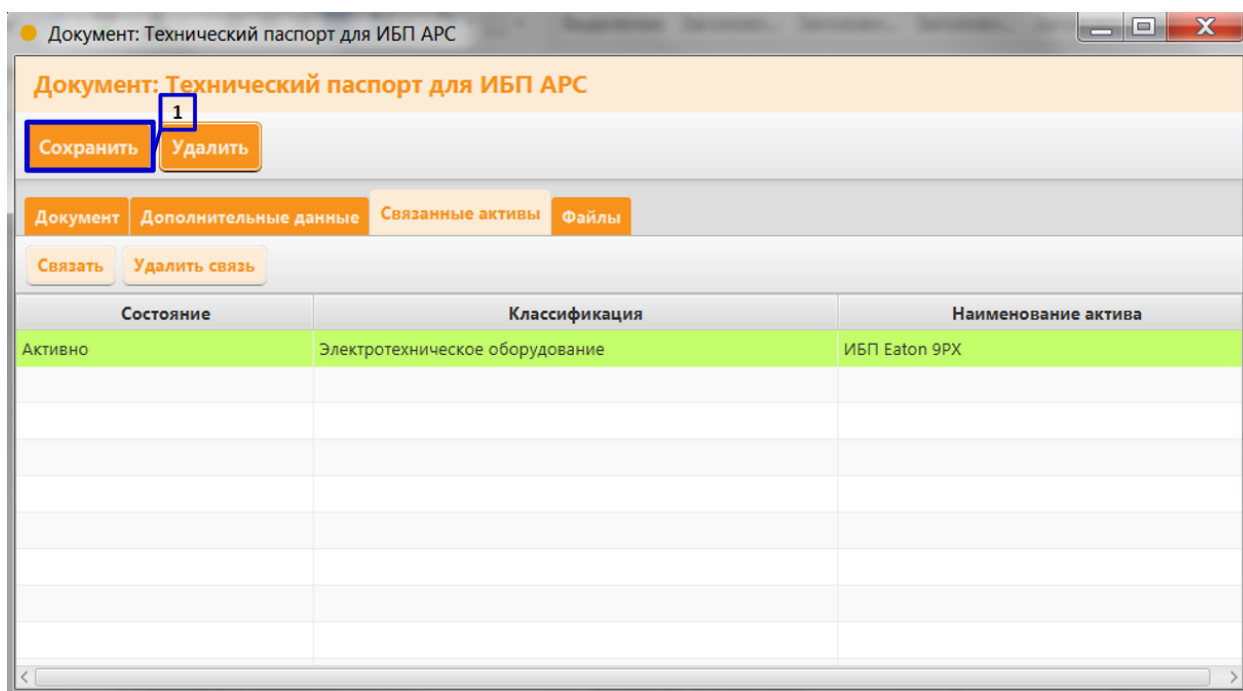

Рисунок 56. Установление связи между документом и активом вкладка «Связанные активы» (Часть 3)
19. Сохраните внесенные данные, нажав на клавишу «Сохранить» (Рисунок 56 пункт 1);